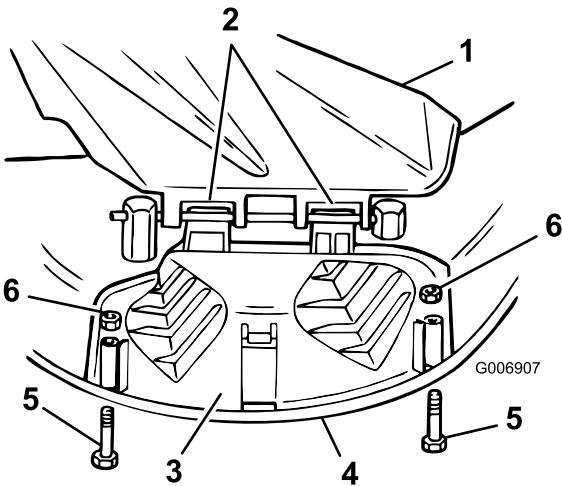

Figura 16
3. Gire hacia abajo la tapa de descarga sobre la abertura, y sobre el borde inferior del cortacésped Figura 16).
4. Fije la tapa de descarga sobre el borde inferior del cortacésped con pernos y tuercas Figura 16).